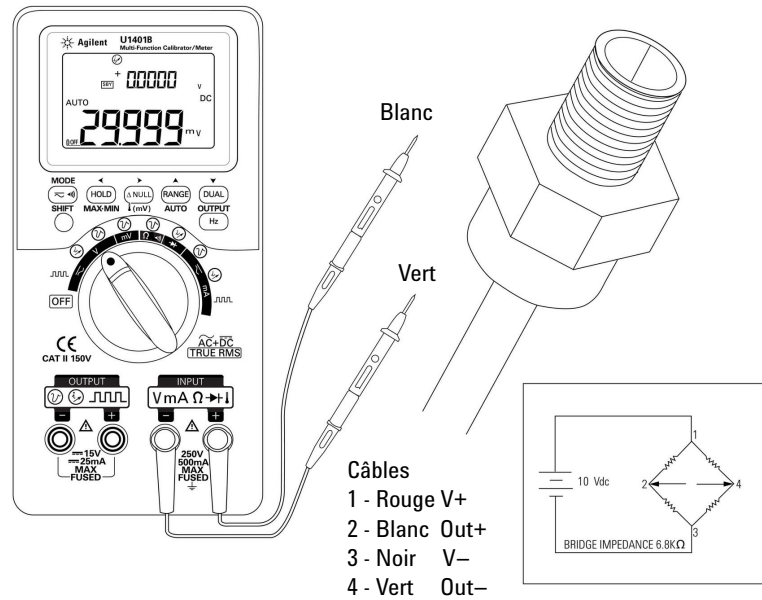

Figure 5-4 Mesure avec un capteur de pression
- 3 Sondez les points de test (Figure 5-4 à la page 93) et lisez les résultats.